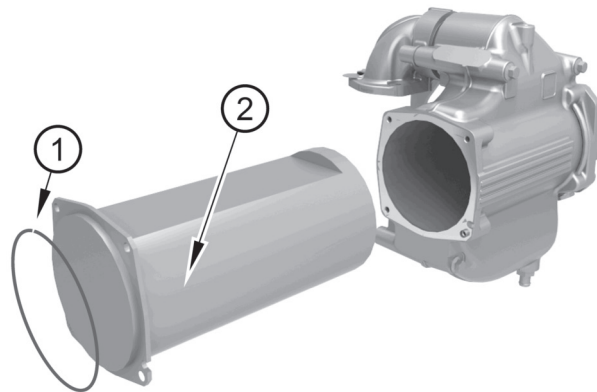

Figura 27
1. Retire la junta tórica (figura 27, elemento 1) y el conducto de salida (elemento 2).